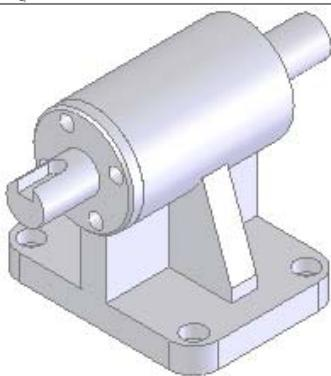

图 7-133 同轴心配合后视图
**02** 添加配合关系。在菜单栏中选择“插入”→“配合”命令，将图 7-131 中的面 1 和面 2 添加为“重合”几何关系，注意配合方向为“反向对齐”模式，结果如图 7-132 所示。重复配合命令，将图 7-132 中的面 1 和面 2 添加为“同轴心”配合关系，结果如图 7-133 所示。